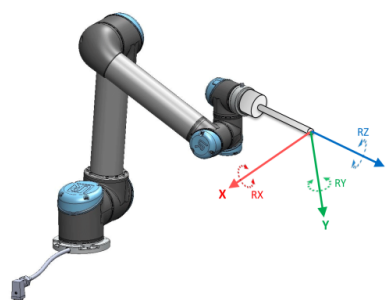

Figure 13.2: Деталь Инструмент (ЦТИ)
- Деталь инструмента определяется с помощью начальной точки в центре текущей ЦТИ (см. рис. 13.2)